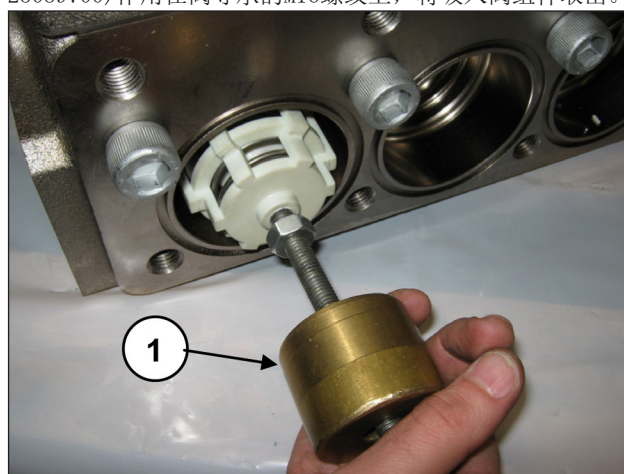

图 144
可将锤头式提取器(代码为 27516400)作用在阀导承的M10孔上(位置①, 图 144), 或用一个M10-M16适配器(代码25089700)作用在阀导承的M16螺纹上, 将吸入阀组件取出。